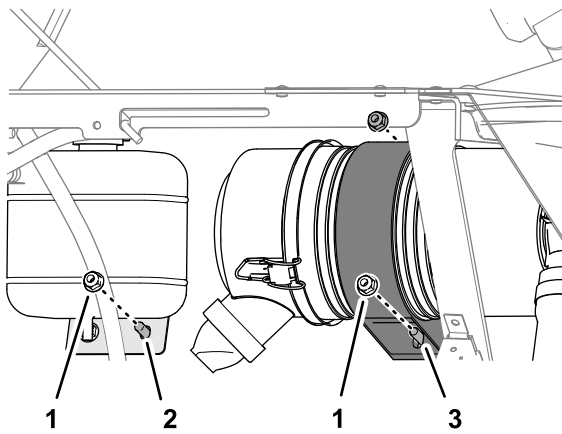

**Figura 168**
2. Alinee el soporte del módem con el panel derecho de la caja del asiento (Figura 168).
3. Monte el soporte del módem en el panel derecho de la caja del asiento y el soporte del limpiador de aire (Figura 168 y Figura 169) con los 2 pernos con arandela prensada (5/16" x 1") y las 2 contratuercas con arandela prensada (5/16") que retiró en Preparación de la máquina (página 76).
4. Monte el soporte del módem en el panel derecho de la caja del asiento y el soporte del depósito de refrigerante (Figura 168 y Figura 169) con el tornillo (5/16 x 3/4) y la contratuerca con arandela prensada (5/16).